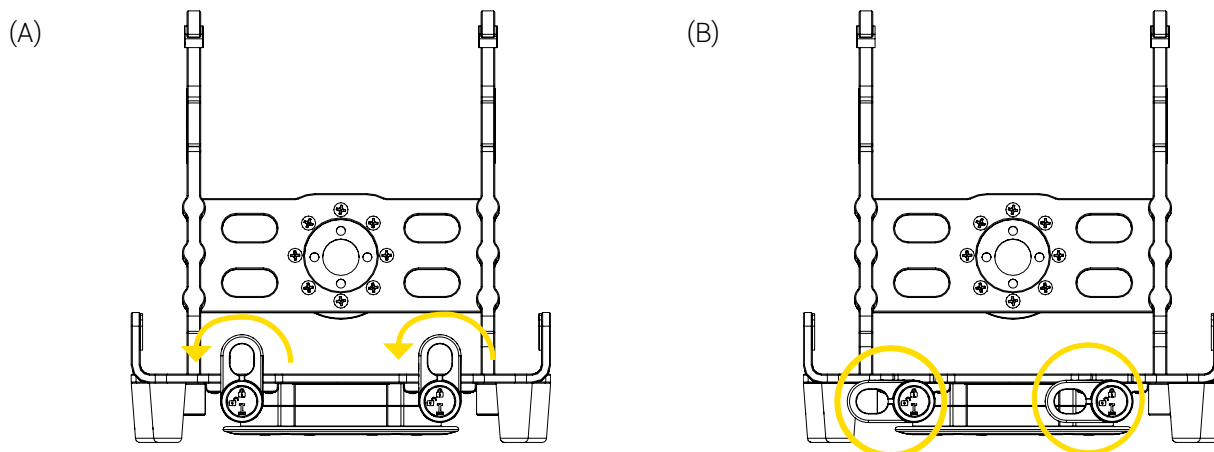

Figure 2: Déverrouillage du support Bracket Pro Serie 60 - FL
1. Si les deux (2) verrous rotatifs situés à l'avant du support sont en position verrouillée  (Figure 2 A), faites les tourner un quart de tour dans le sens antihoraire à la position déverrouillée  (Figure 2 B).